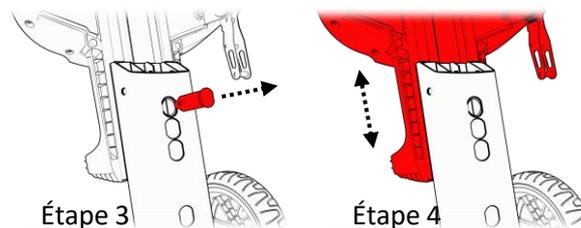

Figure 25 Trous de réglage de la hauteur du siège
3. Une fois l'équerre retirée, vous devriez pouvoir retirer la goupille de métal (qui se trouve dans l'un des quatre trous de réglage). Assurez-vous de maintenir le siège en place! Retirez la goupille tout en soutenant le siège de l'autre main (voir la figure 25, étape 3).
4. Vous pouvez maintenant régler la hauteur du siège à l'une des trois hauteurs en réinsérant la goupille pour le maintenir en place (voir la figure 25, étape 4).